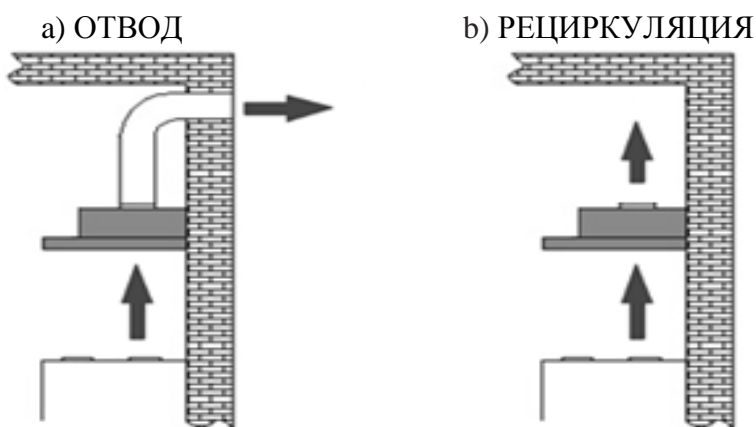
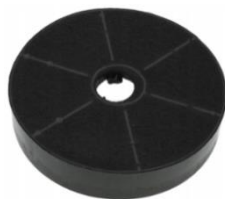

Рис. 7
Рис. 8
1) Отвода (рис. 7а) – воздух удаляется из помещения через соединение вытяжки с вентиляционным каналом жестким пластиковым воздуховодом или гофрированным шлангом диаметром 120 мм. И, таким образом, все кухонные испарения, запахи, гарь и копоть, проходя через многоразовые алюминиевые жироулавливающие фильтры, выводятся за пределы помещения. При данном режиме работы нет необходимости устанавливать угольный фильтр. Режим отвода является наиболее эффективным, поскольку вытяжка удаляет все кухонные испарения за пределы кухни в вентиляционную шахту.
2) Рециркуляции (рис. 7б) – внутренняя циркуляция воздуха через угольный фильтр (рис. 8). Вытяжка в данном случае не подключается к вентиляционной шахте и, таким образом, воздух просто прогоняется через вытяжку внутри кухни.
В этом режиме на вытяжку должен быть установлен угольный запахоулавливающий фильтр «Soft» (1 шт.) или «Универсальный» (1 шт.) (рис. 8). Эти